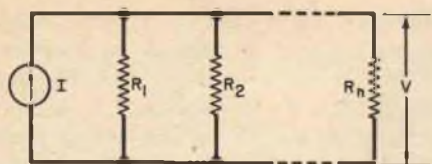

Fig. 13
**B) Resistori in parallelo** - Consideriamo  $n$  resistori collegati in parallelo (fig. 13). Applicando la legge di Kirchhoff per la corrente, abbiamo:  $I = V(1/R_1 + 1/R_2 + \dots + 1/R_n) = V(G_1 + G_2 + \dots + G_n) = VGeq$ , nella quale  $Geq = G_1 + G_2 + \dots + G_n$  è la conduttanza equi-